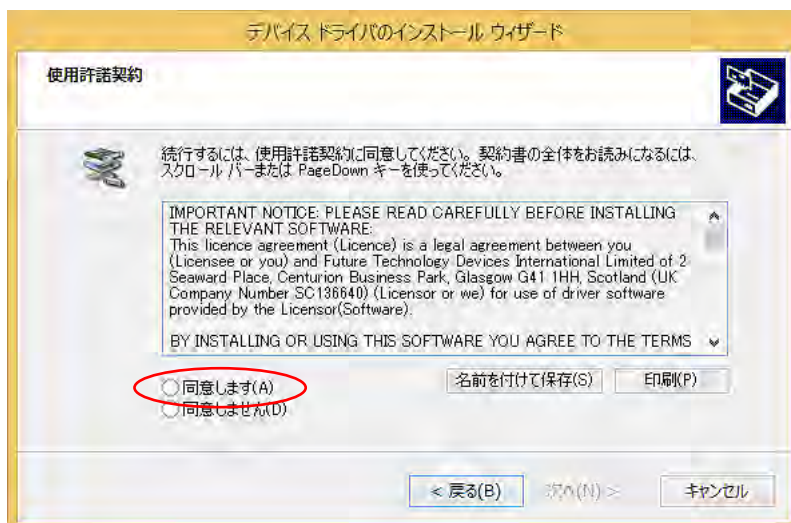

図 10：使用許諾契約
- ④ 「次へ」 をクリックすると図 10：使用許諾契約画面が表示されます。